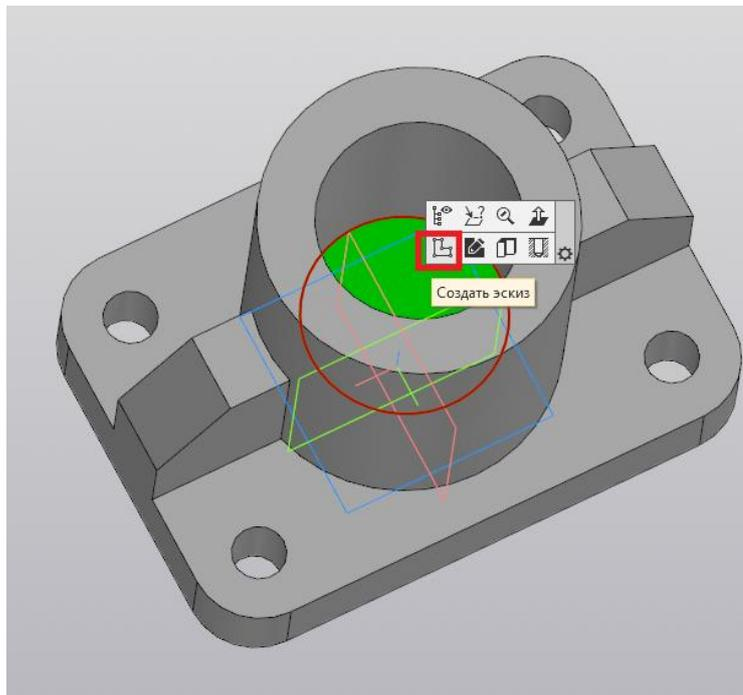

Рис. 153
25. На нижней грани отверстия создаём новый эскиз (рис. 153).